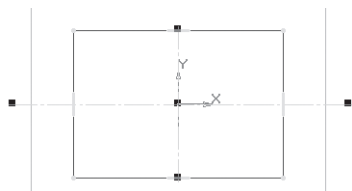

Рис. 166
- щелчком ЛКМ выделите горизонтальную ось симметрии и, удерживая ЛКМ, потяните за черный квадрат (маркер) до пересечения с параллельными прямыми (рис. 166);